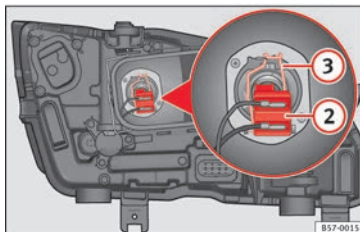

Fig. 106 Dans le compartiment moteur : ampoule des feux de croisement.
- Retirez le connecteur » **fig. 106** ② de l'ampoule.
- Décrochez le ressort entrebâilleur » **fig. 106** ③ en le pressant vers l'intérieur et vers la droite.